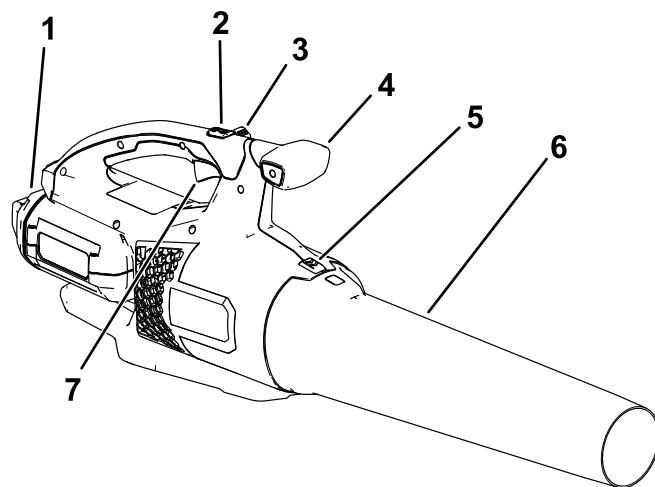

Rysunek 1
Wsuń rurę dmuchawy do obudowy dmuchawy. W celu zamocowania rury na swoim miejscu konieczne może być naciśnięcie zatrzasku na rurze dmuchawy (Rysunek 1).
3. Następnie trzymając za uchwyt wsuń akumulator do wnętrza uchwyty, dociskając go aż zaskoczy zapadka zatrasku (Rysunek 1).